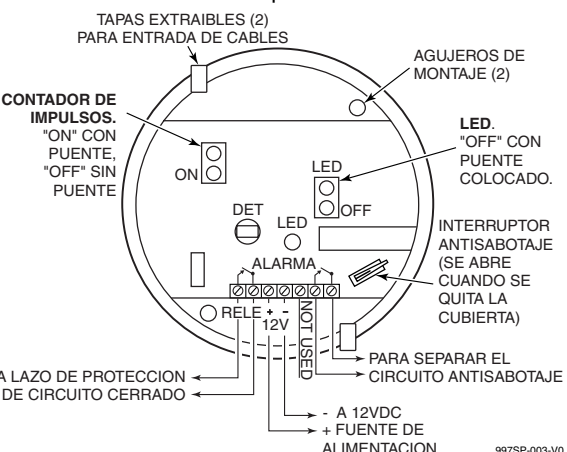

Ilustración 3. Tarjeta de Circuito Impreso (en la base del PIR)
- Rompa una de las dos tapas desprendibles facilitadas para el acceso del cableado (véase Ilustración 3), e introduzca los cables en la base del PIR. **Aviso:** Asegúrese de que los cables no obstruyen el campo de visión del detector.